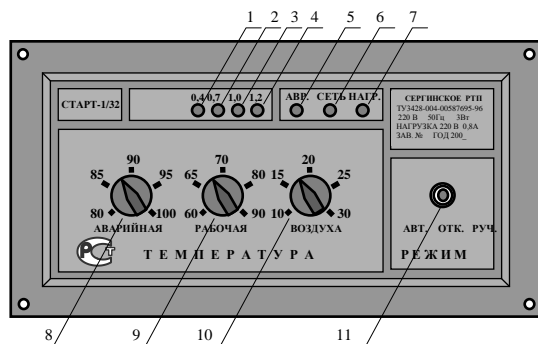

Рис. 7. Блок автоматического управления «Старт-1»
- 3) включить автоматический выключатель «СЕТЬ» пульта управления, при этом должен включиться индикатор «СЕТЬ» (6) блока управления (рис.7). Затем переключатель «РЕЖИМ» (11) установить в положение «РУЧ.» (ручное управление), включится индикатор «НАГР.» (7). Убедиться в нормальной работе электроводонагревателя. Контролируя ток нагрузки по индикатору тока (1÷4) (рис.7), ручкой регулировки мощности установить необходимую мощность. Устанавливая мощность нужно иметь в виду, что в процессе нагрева воды ток возрастает, поэтому окончательную регулировку мощности нужно проводить при рабочей температуре теплоносителя.
- 1) установить регуляторы температуры «ВОЗДУХА» (10) и «РАБОЧАЯ» (9) (рис.7) на необходимые температурные отметки, регулятор температуры «АВАРИЙНАЯ» (8) - на (5 ÷ 10) °C больше чем «РАБОЧАЯ»;
- 2) переключатель «РЕЖИМ» (11) установить в положение «АВТ», при этом электроводонагреватель будет работать в автоматическом режиме поддержания температур в заданных параметрах и защиты от аварийных режимов.
7.3. При срабатывании защиты (см. табл.1 п.13÷15) включается индикатор «АВР» (5). Для продолжения работы необходимо переключатель (11) установить в среднее положение, определить причину срабатывания защиты, затем вновь включить автоматический режим.